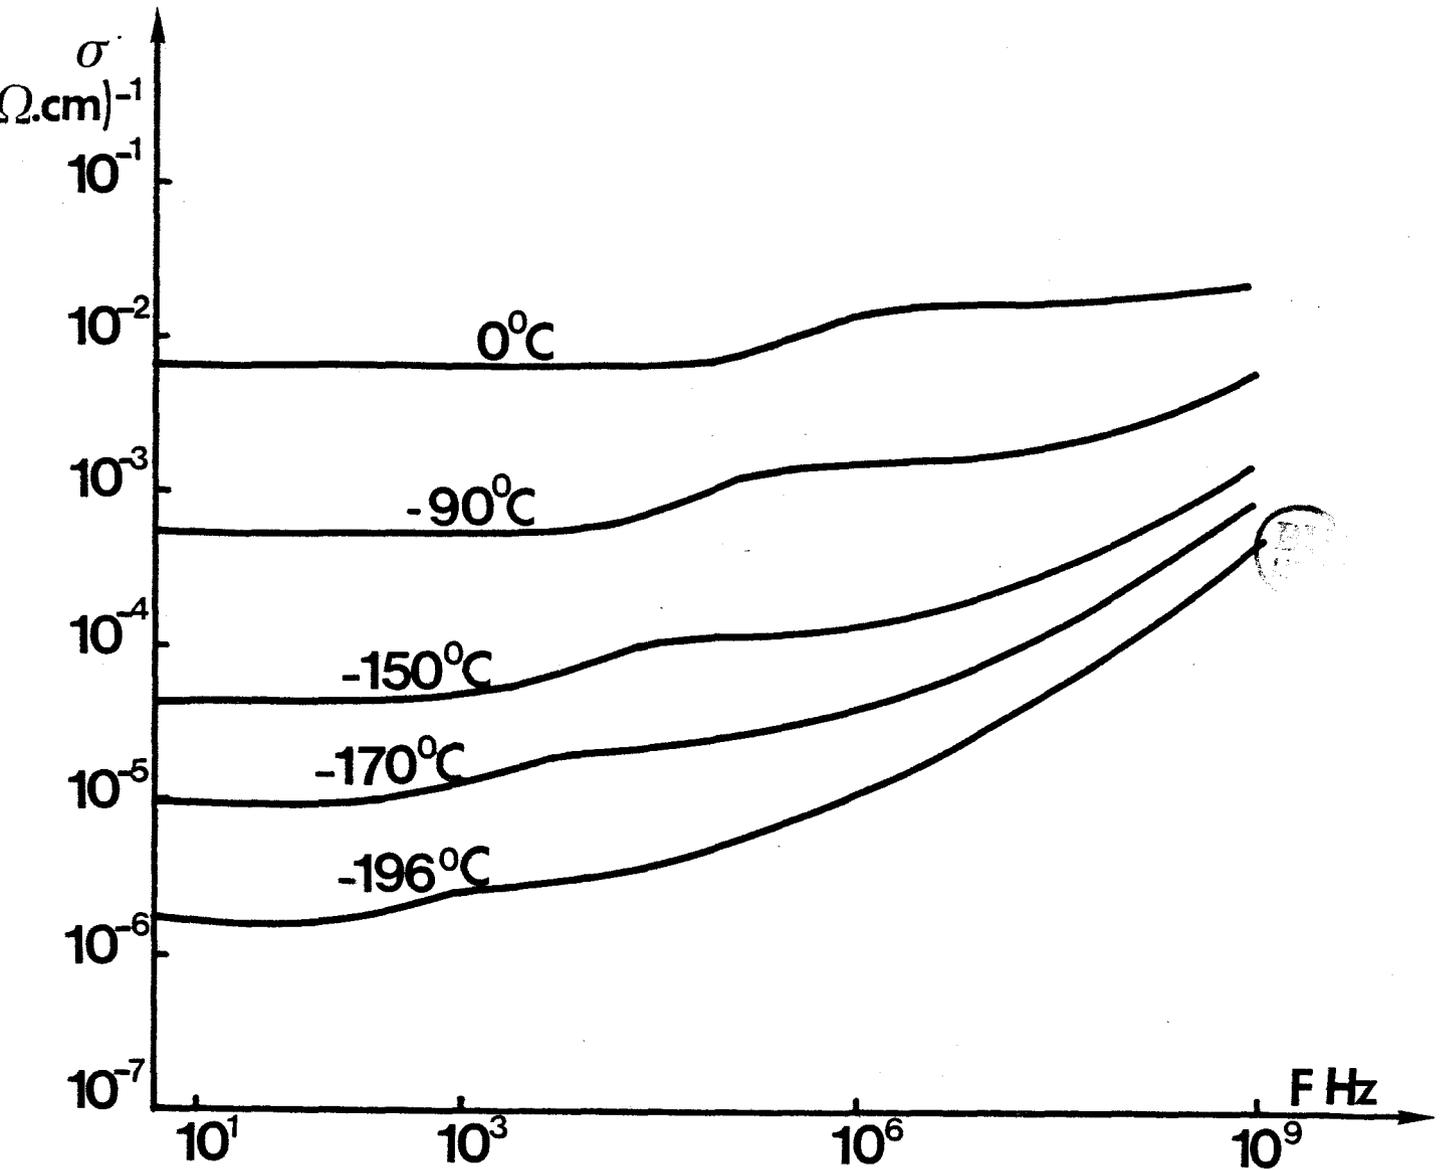

FIGURE F.4.4
- Figure F.4.4 : Partie réelle de la conductivité complexe de l'échantillon